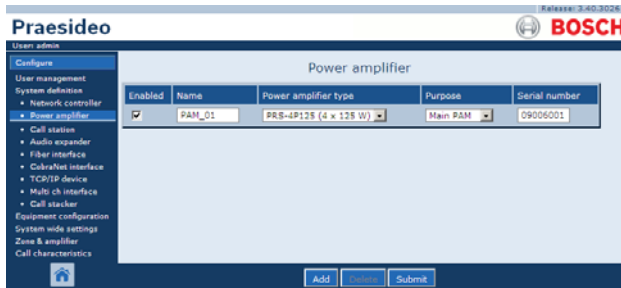

рисунок 43.7: Добавление усилителя мощности, шаг 4
- 3 Введите данные усилителя мощности (см. рисунок 43.7 в качестве примера).
- Нажмите кнопку *OK* для добавления усилителя мощности в список усилителей мощности системы. В основной части веб-интерфейса откроется экран, подобный экрану, приведенному на рисунок 43.7.